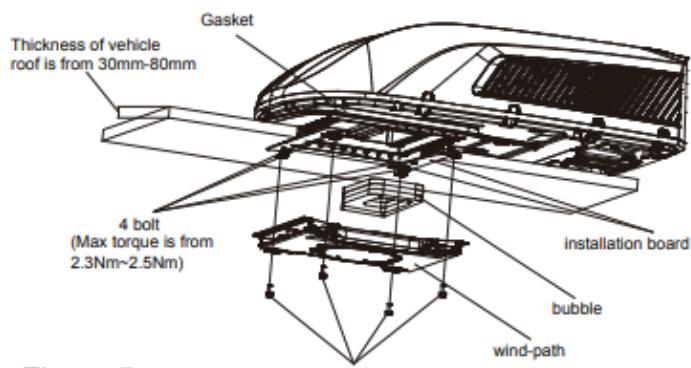

Figure 5
6. Montera skummaterialet på luftkanalenheten. Använd 4 skruvbultar för att fästa luftkanalenheten på monteringsplattan. När du har anslutit utomhusenheten till inomhusenheten ska du kontrollera om skumplasten har lossnat (se bild 5).